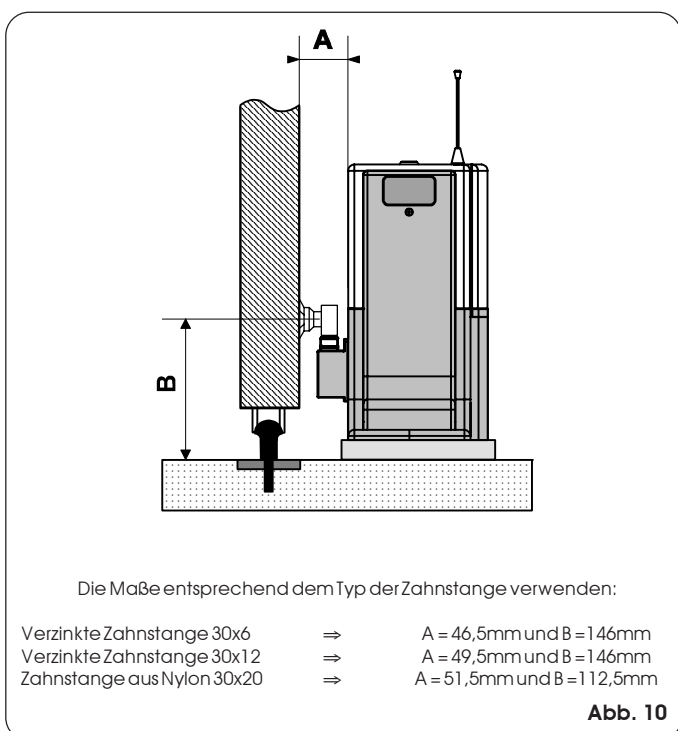

Abb. 10
- Den Abstand des Antriebs vom Tor unter Bezugnahme auf Abb. 10 ermitteln.